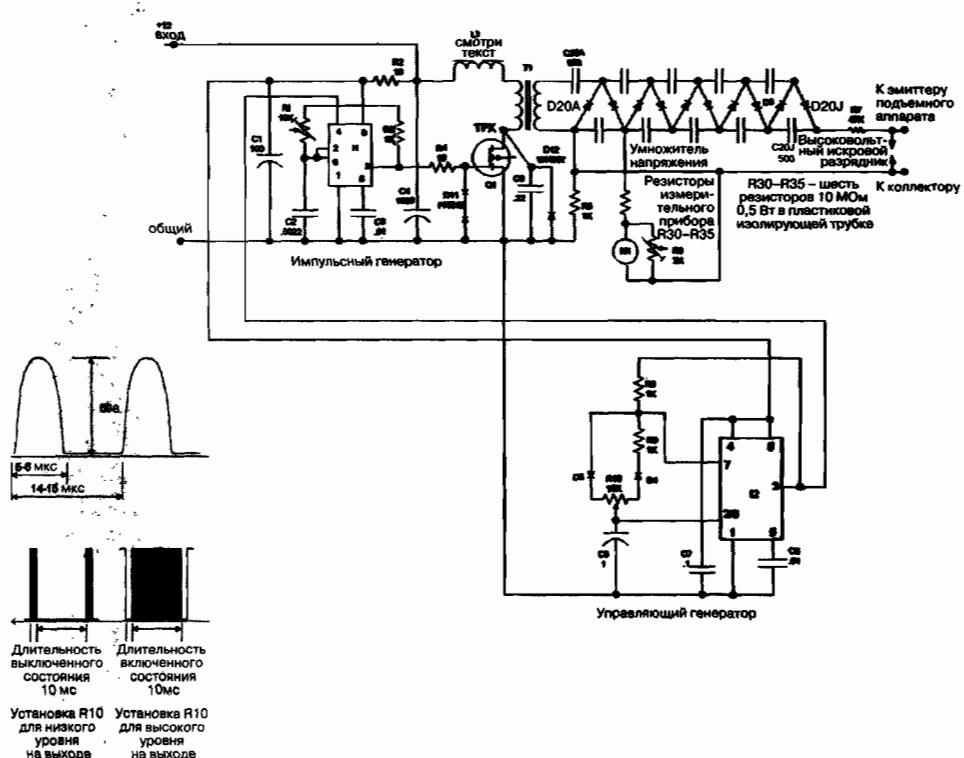

Рис. 1.2. Принципиальная схема источника питания для подъемного аппарата
Вашему подъемному аппарату потребуется высокое напряжение постоянного тока при сравнительно малом токе нагрузки. Схема вторичного источника питания устройства показана на рис. 1.2. Он вырабатывает 30000 В при токе нагрузки 1 мА, что соответствует 30 Вт выходной мощности. Такой мощности обычно достаточно для питания правильно собранного подъемного аппарата в виде равностороннего треугольника с длиной каждой стороны 90 см на расстоянии 3 см до проволочного эмиттера. Этот источник питания легко обеспечивает описанное здесь устройство с длиной сторон 20 см. Хотя ток достаточно мал, соприкосновение с устройством без надлежащих мер защиты может вызвать безвредный, но болезненный удар.
Индуктивность первичной обмотки T1 и конденсатор C6 образуют резонанс на частоте, определяемой их параметрами, и являются нагрузкой ключевого каскада Q1 на полевом транзисторе (FET). На рис. 1.2 показана форма сигнала на первичной обмотке T1 с амплитудой, которая составляет 50 В, временными параметрами сигнала длительностью 5–6 мкс и периодом повторения 14–15 мкс. В нижней части рис. 1.2 эти же сигналы при развертке на несколько порядков выше, чтобы показать длительность управляющих импульсов с временным включением/выключением по 10 мс. Импульсы генератора I1 на этом рисунке будут сигналами частотного заполнения с огибающей, определяемой параметрами управляющего генератора I2. Длительность управляющего сигнала может принимать
5. Включите питание и добейтесь вращением оси переменного сопротивления R1 формы сигнала, соответствующей показанной на рис. 1.2. В искровом разряднике может иногда возникать искра, его необходимо отрегулировать изменением высокого напряжения до величины на грани срабатывания. Обычно это 25–30 кВ.